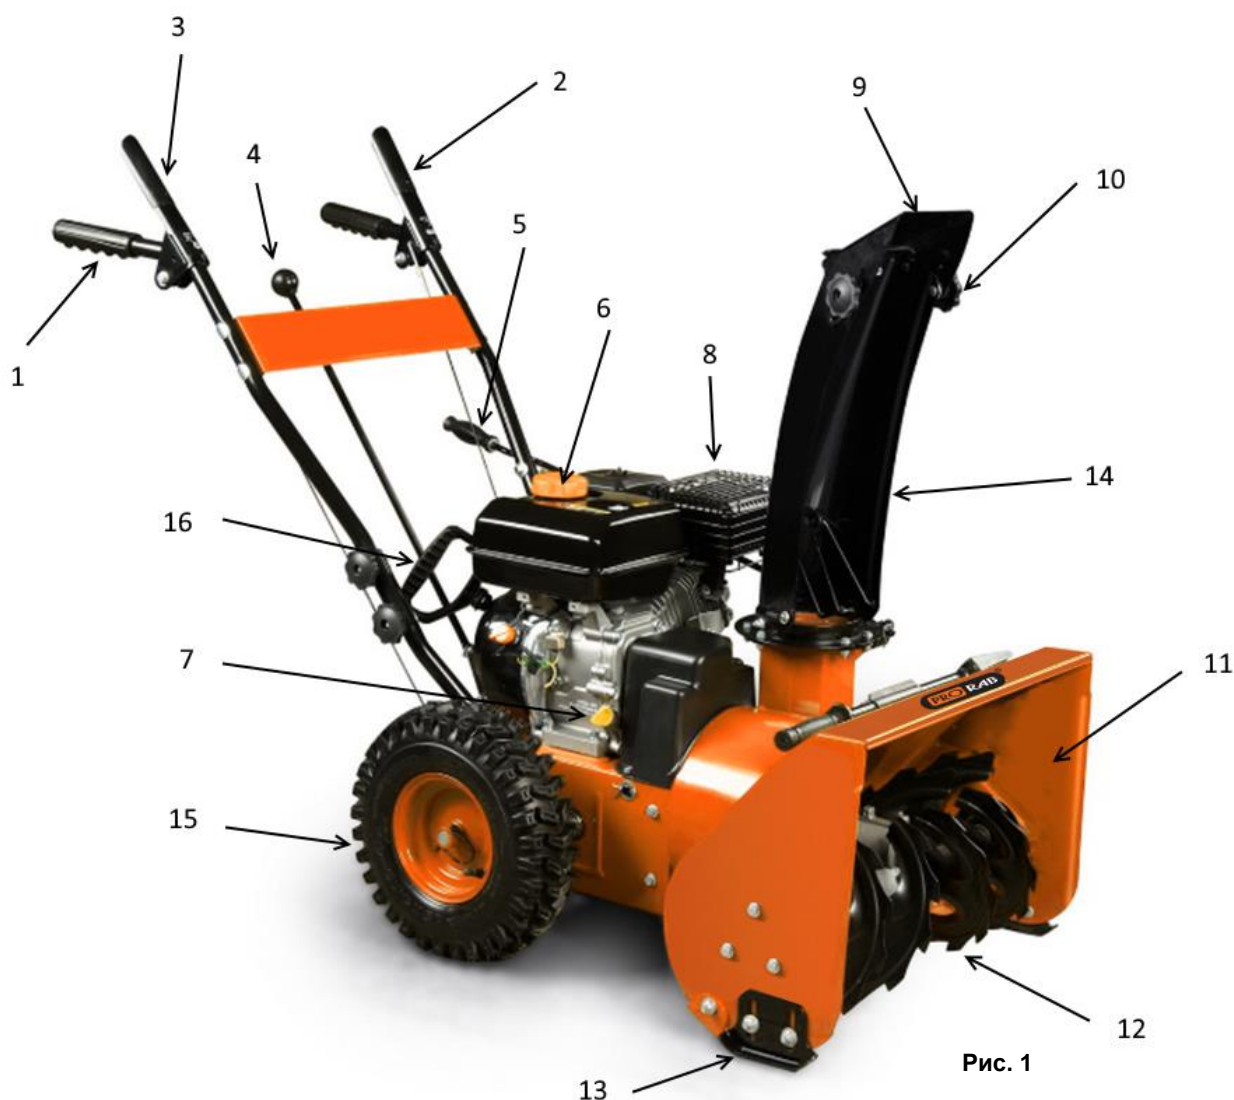
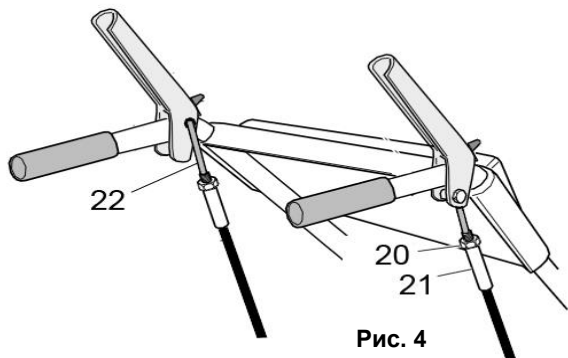
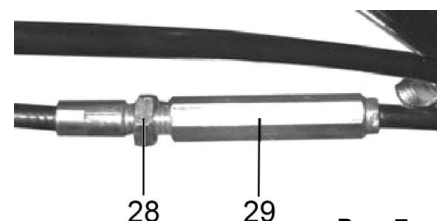

Рис. 1
Рис. 4
Рис. 7
- Снегоуборщик вращением лопастей шнека (12) (См. Рис.1) убирает снежный покров с ровных площадей, и через снегоотвод (14) выбрасывает его в выбранную сторону.
- Шнек (12) (См. Рис.1) - винтовой механизм в виде стержня с наклонными лопастями, приводимый в действие двигателем. Шнек захватывает, и транспортирует снежную массу внутрь снегоуборщика на вращающуюся
- Снегозаборник (11)(См. Рис.1) служит для захвата снега и направления его потока в рабочую зону снегоборщика (на шнек).
### **Рычаг привода колес (2)(См. Рис.1)**
- При нажатии рычага привода колес (2), включается система привода, и снегоборщик начинает движение.
- При отпуске рычага привода колес (2), привод отключается, и снегоборщик прекращает движение.
### **Рычаг привода шнека (3)(См. Рис.1)**
- При нажатии рычага привода шнека (3), включается система привода, и лопасти шнека (12)(См. Рис.1) начинают вращение.
### **Рычаг переключения скоростей (4)(См. Рис.1)**
- Для изменения скорости и направления движения: остановите снегоборщик и вращение шнека, переведите рычаг (4)(См. Рис.1) в соответствующее выбранному режиму движения положение.
- Установите желоб снегоотвода (14)(См. Рис.1) на выпускной канал импеллера.
- Поворот желоба для снегоотвода осуществляется вручную при помощи рукоятки (5)(См. Рис.1)
- Установить в отверстие на рычаге управления (2; 3)(См. Рис.1) верхний Z-образный конец троса (22)(См. Рис.4).
- Закрутите на резьбу Z-образного хвостовика втулку троса (21)(См. Рис.4). Закрутите гайку (20) к втулке (21).
- Нижний конец троса со спиральной пружиной (23)(См. Рис.4) закрепите на натяжном кронштейне. Гайкой (24) отрегулируйте допуск троса.
- Установите/замените ограничительные башмаки (13)(См. Рис.1; 6) с каждой стороны снегозаборника.
- Рычаги приводов колес и шнека (2) и (3) должны прижиматься к рукояткам руля управления (1)(См. Рис.1) без чрезмерных усилий.
- Проверьте работу рычагов (2) и (3)(См. Рис.1) привода колес и шнека.
- Рычаги (2) и (3) привода колес и шнека должны полностью прижиматься к рукоятке управления. Если этого не происходит, значит, тросики перетянуты, и их необходимо ослабить.
- Отрегулируйте приводные тросы с помощью резьбовой втулки (29)(См. Рис.7), расположенной в средней части троса.
- Для натяжения тросика: ослабьте гайку (28), а затем переместите резьбовую втулку (29) вверх и затяните гайку (28) (См. Рис.7) до втулки.
- Для ослабления тросика: ослабьте гайку (28) и переместите резьбовую втулку (29) вниз и затяните гайку (28) до втулки.